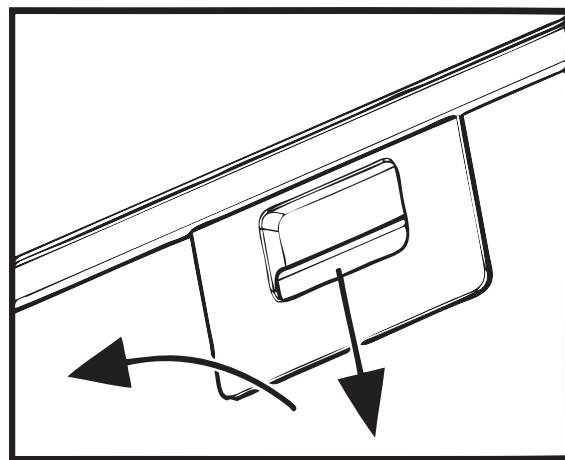

Рис.6
8.7 Для зняття алюмінієвого фільтру (**рис.6**) слід натиснути на пружинну засувку і, потягнувши на себе і вниз, зняти фільтр з панелі. Встановлення фільтру виконати в зворотному порядку.